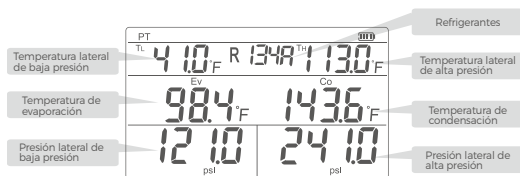

Figura 1 Diagrama de interfaz del submodo de temperatura de saturación
2. Pulse el botón de encendido para encender la máquina y entrar en la interfaz principal (Figura 1).
Una vez ajustado el refrigerante, se leen los datos y la interfaz (Figura 1) muestra los valores de presión, temperatura, temperatura de saturación y temperatura de evaporación medidos en el lado de alta y baja presión.